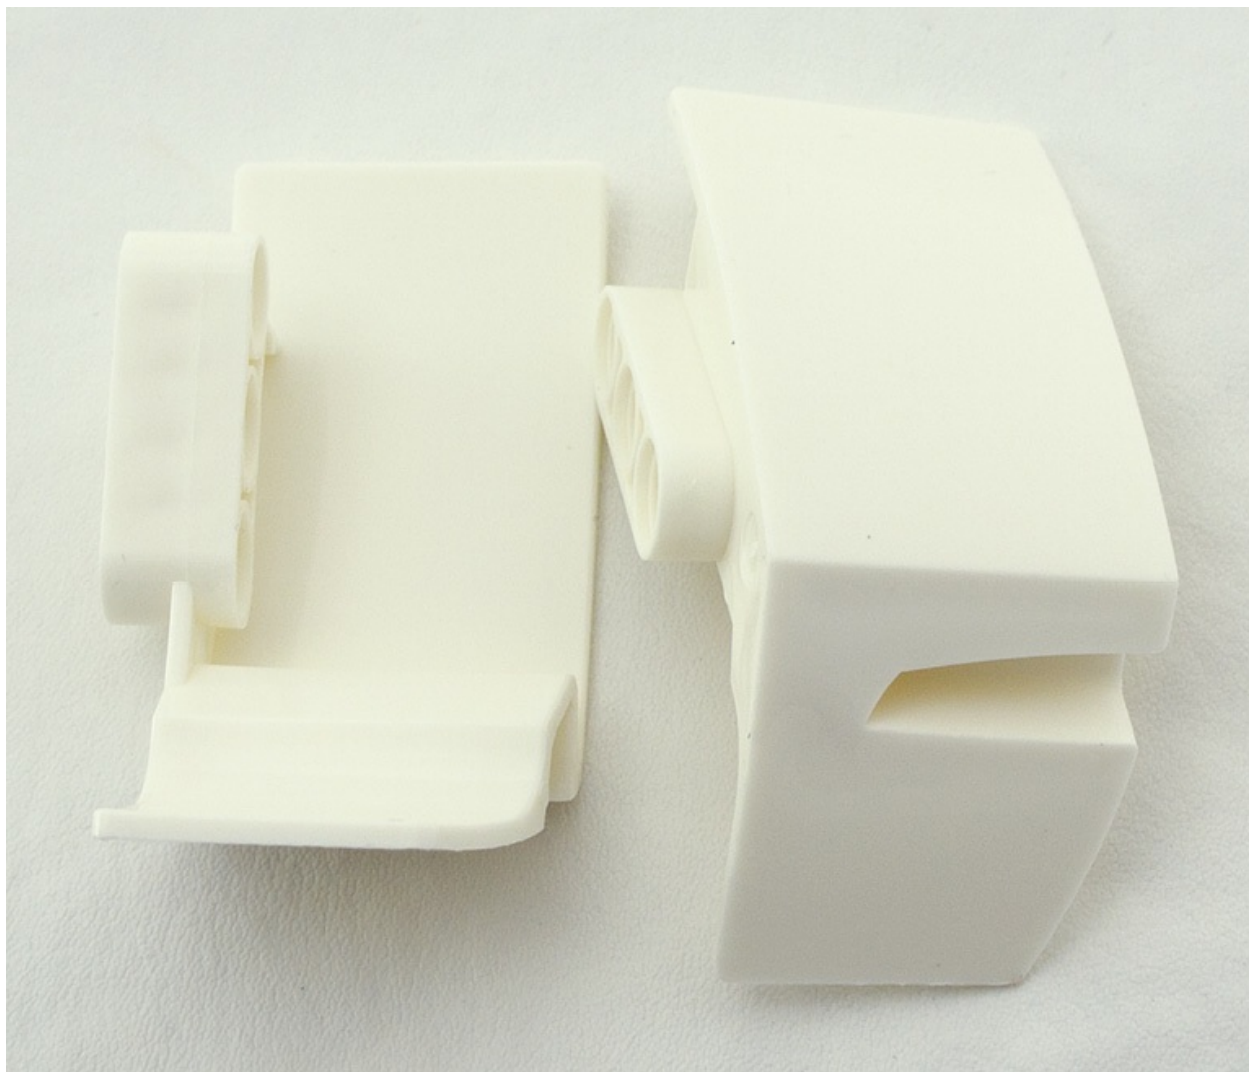

图A.6 全高和半高的轴套
**轴套：** 轴套是轮轴终端的盖套（如图A.6所示）。它们的主要作用是防止车轮或齿轮等配件从轮轴的两端滑落。要了解更多信息请参见第1章。